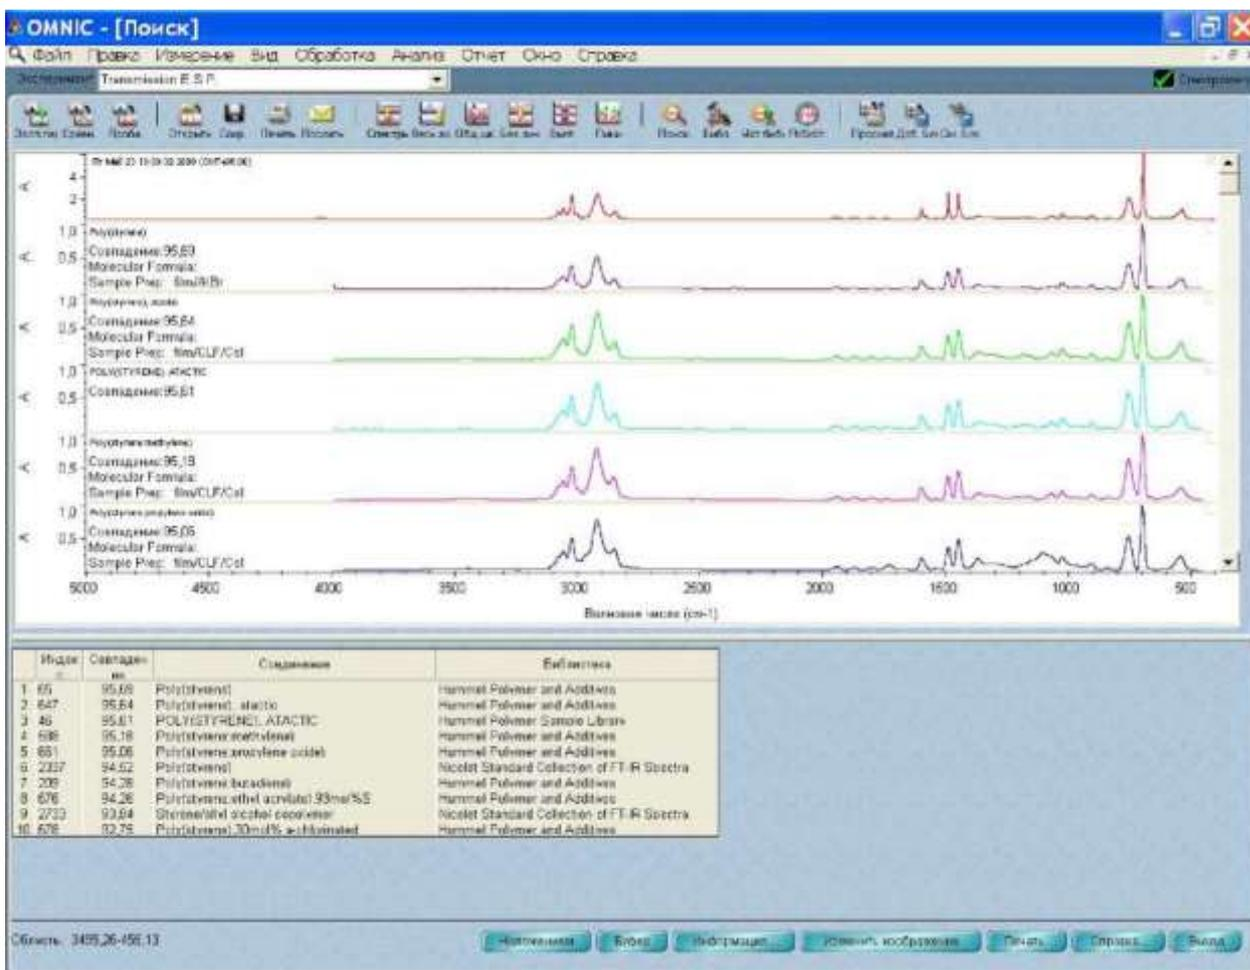

Рисунок 24. – Окно OMNIC - [Поиск], отражающее результаты поиска.
4. После завершения процедуры сравнения на отдельных панелях в верхней части окна появятся спектр образца и наиболее похожие на него библиотечные спектры (рис. 24). Комментарии находится в нижней части экрана.
5. Закрывать окно OMNIC - [Поиск], выбрав функцию «Выход» в нижнем правом углу окна (рис. 24)